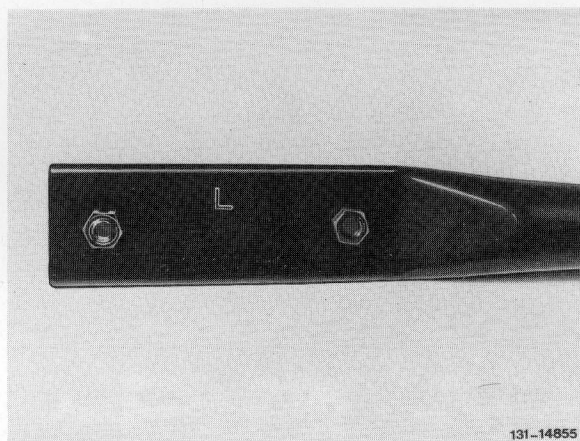
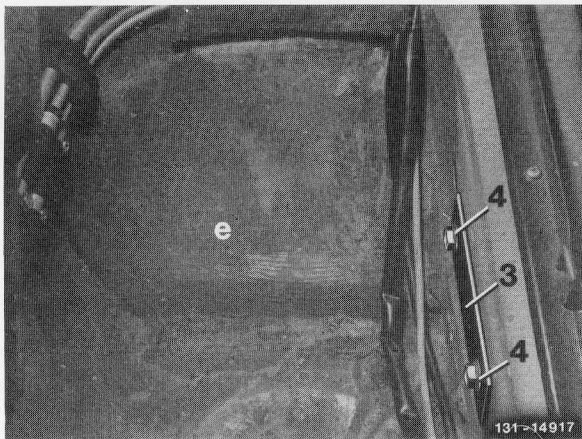

Bild 3
Bild 5
- 9 Linken und rechten Längsträger, sie sind mit L bzw. R gekennzeichnet, mit Hilfe eines Schraubendrehers einführen (Bild 3 und 4). Anschließend die Längsträger zusammen mit der Lasche (3) so fest anschrauben, daß die Längsträger am Blech anliegen, aber noch verschoben werden können. Die Löcher dafür sind serienmäßig vorhanden (Bild 5).
13 Schrauben (4) M 8×20 mit 42 Nm (4,2 kpm) anziehen (Bild 5).